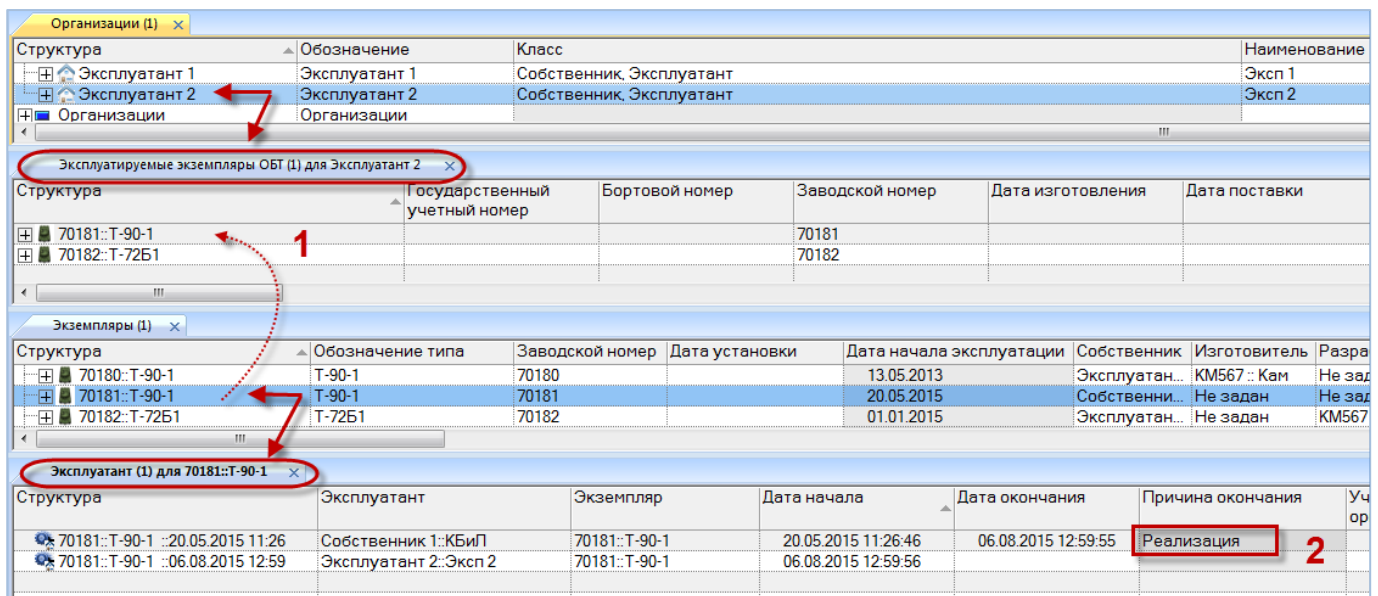

Рис. 22-42 – Назначение эксплуатанта перетаскиванием экземпляра ФИ в окно связанных объектов «Эксплуатируемые экземпляры ФИ» для организации
4) При перетаскивании экземпляра ФИ в окно связанных объектов «Эксплуатируемые экземпляры ФИ» (1 на рис. 22-42) создается движение в организацию-эксплуатант. Если у данного экземпляра ФИ ранее уже был назначен эксплуатант, то предыдущее движение будет закрыто и в поле «Причина окончания» указано «Реализация» (2 на рис. 22-42).